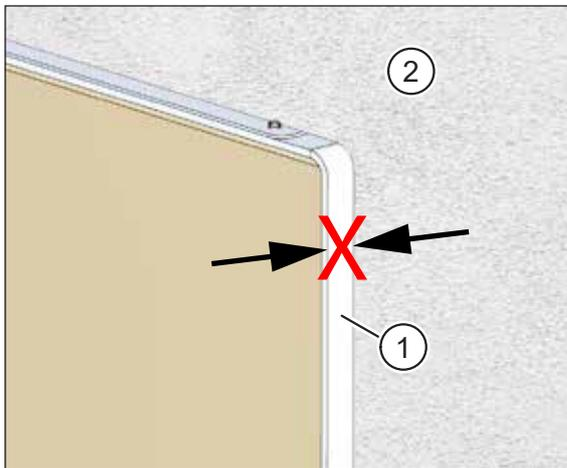

Abb. 59: Putzrahmen darf keinesfalls über die Verkleidung hinausragen
- Der Putzrahmen darf keinesfalls über die spätere Innenwandverkleidung hinausragen (siehe Abb. 59 auf Seite 49). Anderenfalls entsteht ein unschöner Spalt zwischen dem Putzrahmen und der Geräteabdeckung (Abdeckung U²).
- Der Putzrahmen (Pos. 1 in Abb. 59) darf keinesfalls über die Gipskartonplatte (Pos. 2 in Abb. 59) hinausragen.